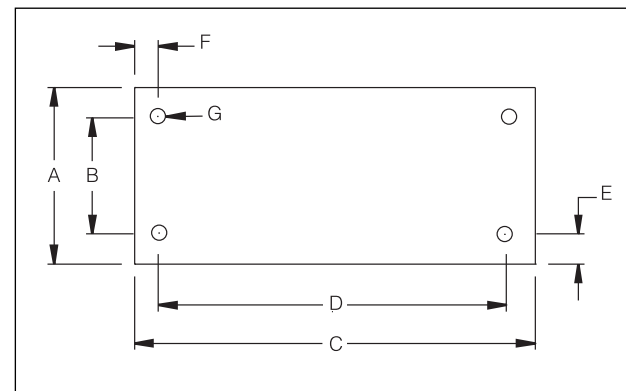

Figur 2, Installasjon av ZE OG ZW Lufteplugg
4.1 Tankventilering (se figur 2).